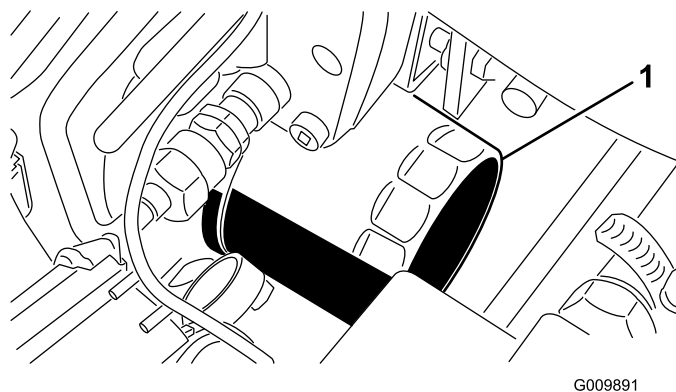

Figura 46
4. Retire o filtro do óleo (Figura 46).